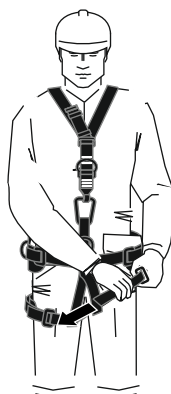

рис. 7
7. Застегнуть и отрегулировать набедренные лямки, зафиксировать свободные концы лямок фиксаторами (**рис. 7, 8-9**).